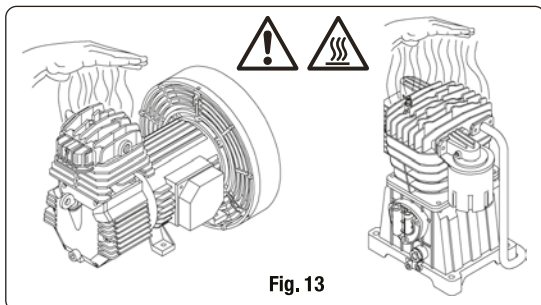

Fig. 13
NOTA: El grupo cabezal/cilindro/tubo de suministro puede alcanzar temperaturas elevadas. Prestar atención si se trabaja cerca de estas partes y no tocarlas para prevenir quemaduras (fig. 13 -14).
- Prestar atención que algunas partes del compresor tales como cabezal y tubos de suministro pueden alcanzar temperaturas elevadas. No tocar estos componentes para prevenir quemaduras (fig. 13 -14).